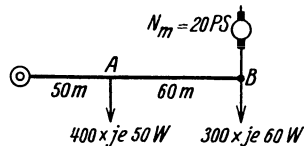

Abb. 276. Belastung zu Aufgabe 336.
**336.** An ein Dreileiternetz von 440 V Spannung zwischen den beiden Außenleitern sind angeschlossen in *A* 400 Glühlampen je 50 W, in *B* 300 Glühlampen je 60 W und ein Motor von 20 PS mechanischer Leistung (siehe Abb. 276). Welchen Querschnitt erhalten die Außenleiter, wenn der Spannungsverlust  $p_{\epsilon} = 2,5\%$  der Lampenspannung beträgt.